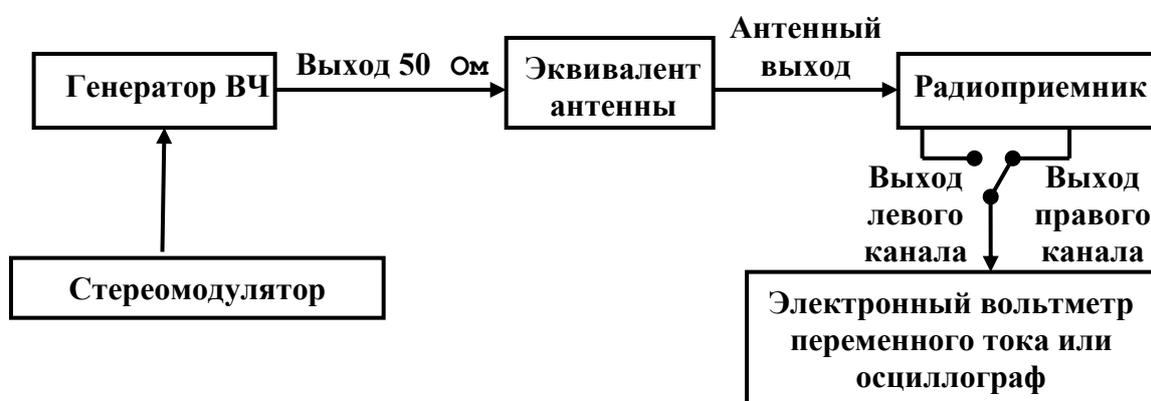

Рис. 28. Структурная схема подключения измерительных приборов №7.
1. Подключить измерительные приборы в соответствии с рис. 28.
2. Подать на вход приемника высокочастотный ЧМ сигнал с уровнем не ниже номинальной чувствительности приемника и частотой в середине УКВ (FM) диапазона (69 МГц для российского стандарта), установить стандартные измерительные параметры сигнала для режима «Стерео» в одном (например, правом) стереоканале. В другом канале модуляцию отключить. Настроить тюнер на частоту сигнала.